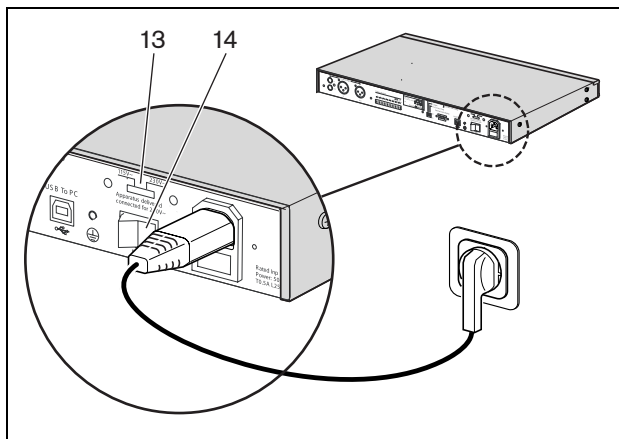

Abbildung 4.1: Ein-/Aus-Schalter an der Rückseite
- 1 Sorgen Sie stets dafür, dass der Spannungswähler (115/230 V) (13) korrekt entsprechend der Netzspannung vor Ort eingestellt ist (siehe Abbildung 4.1).
- 2 Der Ein-/Aus-Schalter (14) an der Rückseite des Timers muss unbedingt auf "I" gestellt sein.
Bringen Sie den Ein-/Aus-Schalter (14) an der Timer-Rückseite in Stellung "O" (siehe Abbildung 4.1).